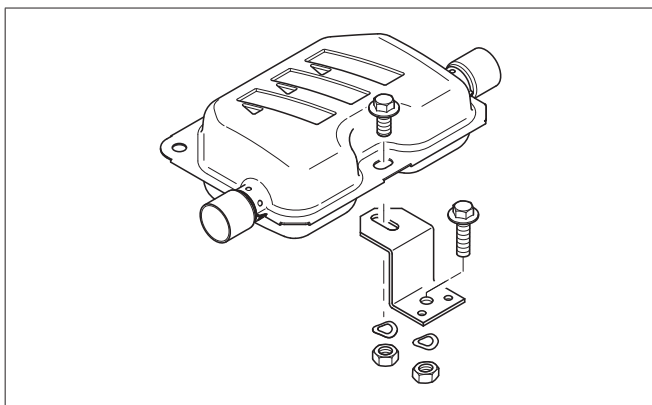

Bild 21
- Fäst avgasljuddämparen med en hållare på ett lämpligt ställe på fordonet, se Bild 21.